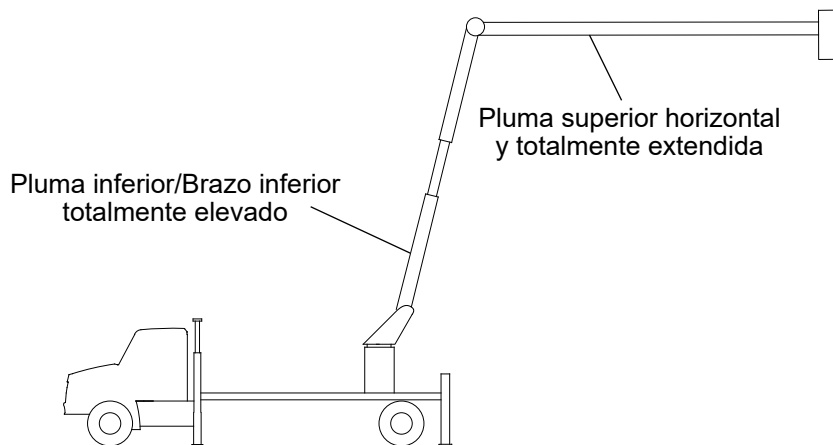

Figura 3 — Posición de los tornillos del pedestal/tornamesa
3. Coloque las plumas como se muestra en la Figura 3.
2. Coloque las plumas como se muestra en la Figura 3.